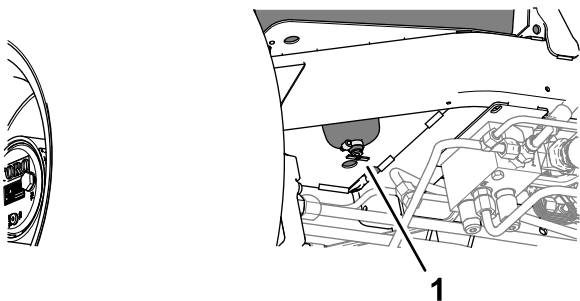

**Figura 81**
2. Coloque un envase de vaciado bajo la válvula de drenaje en el parte inferior del depósito de combustible (Figura 81).